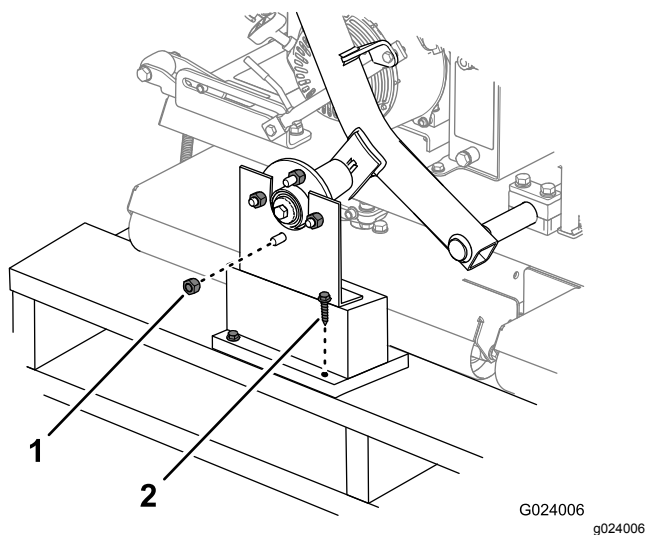

Bild 3
- Entfernen Sie die Radnabenmutter, mit denen die Radfelgen an den Versandhalterungen befestigt sind (Bild 3). Entfernen Sie auch die Muttern, die auf die Nabe jeder Radfelge aufgeschraubt sind.